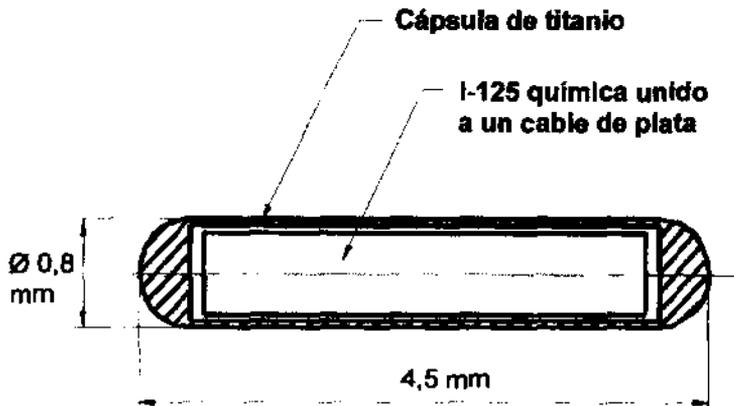

Figura 1: selectSeed I¹²⁵: dimensiones en mm
En términos técnicos, las semillas selectSeed I¹²⁵ son fuentes radioactivas selladas. El yodo-125 radiactivo se deposita en una barra de plata que también sirve como marcador de rayos X. La barra está insertada en un tubo de titanio sellado por láser (vea la Figura 1).
- Vea la Figura 1 para obtener información detallada.